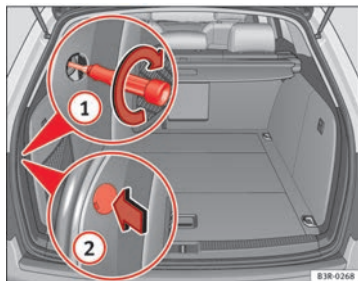

Fig. 227 Maletero: Posición del tornillo de fijación para la unidad de luz trasera
- Presione ligeramente la unidad de luz trasera, primero por el punto ② y luego por el punto ③ contra el alojamiento, hasta que los clips asienten firmemente en los cojinetes de goma.
- Ejercer una ligera presión sobre la parte superior de la unidad de luz trasera y fíjela con un destornillador desde el maletero ⇒ fig. 227 ①.
- Vuelva a colocar la cubierta del tornillo con el rebaje hacia atrás ②.